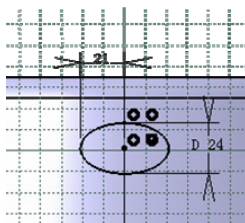
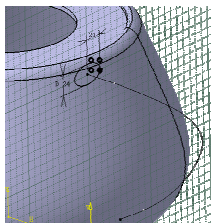

图 3-189
图 3-190
- >>> 步骤07 绘制如图 3-189 所示的草图，草图圆心和 Sketch.2 上端点重合，如图 3-190 所示。